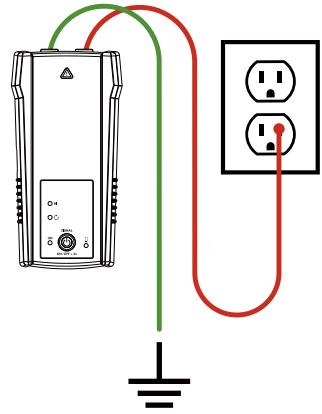

Figure 3.1a : Raccordement approprié avec mise à la terre séparée
2. Avec les câbles d'essai fournis en accessoires, raccordez le câble d'essai rouge au fil tracé, sous tension ou hors tension. Pour les prises électriques, assurez-vous de raccorder le câble d'essai au fil de ligne (alimenté). Sur les systèmes sous tension, le signal sera **UNIQUEMENT** transmis entre le côté charge auquel le transmetteur est raccordé et la source d'alimentation (voir Figure 3.1a).